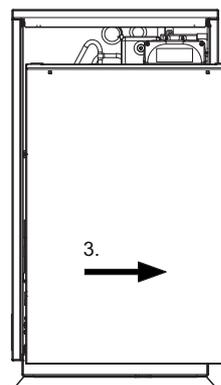

Abb. 7.3: Öffnen der seitlichen Verkleidungsbleche Arbeitsschritt 3
- Blechteil in der gekippten Lage ca. 40 mm bis Anschlag nach rechts schieben (3) (siehe Abb. 7.3)